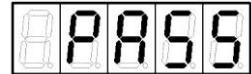

Рисунок 2
1. Нажать кнопку **↓**. На индикаторе высветится слово "PASS" (рисунок 2).